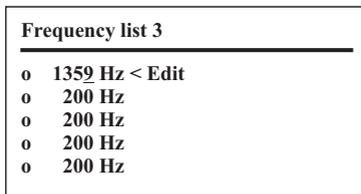

Abb. 8: Ansicht **Frequency list 3** – Individuelle Frequenzen (*hier*: oberster Platzhalter mit individueller Frequenz 1359 Hz belegt)
5. Drücken Sie die Ein/Aus-Taste. Der Platzhalter wird mit Edit gekennzeichnet (Abb. 8).